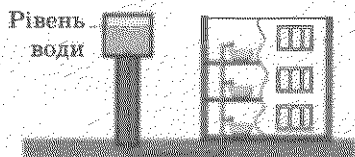

Рис. 3
4. Висота водонапірної вежі дорівнює 25 м (рис. 3). Яким буде тиск води у водогоні в квартирі на третьому поверсі будинку? Висота поверху становить 3 м, труби водогону в квартирі розташовані на висоті 1 м від підлоги.